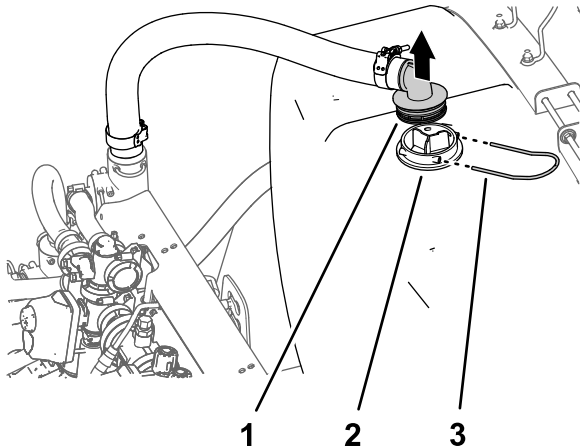

Figura 12
4. Retire a forquilha de retenção que prende a união estriada de 90° do tubo de fornecimento à caixa do do pulverizador à união do filtro de sucção (Figura 12).